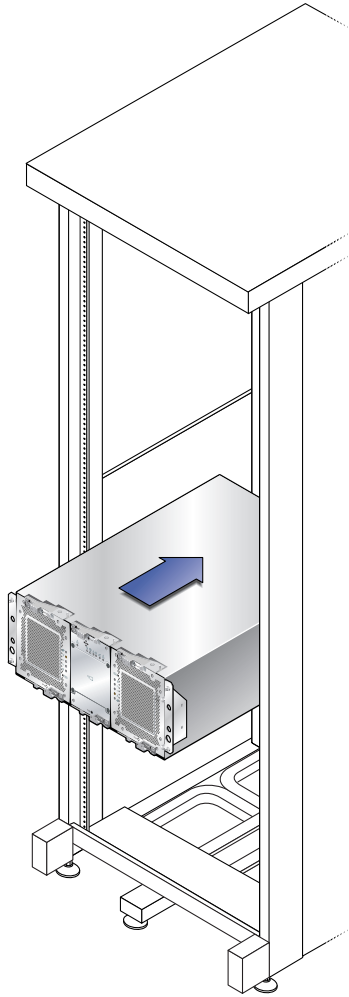

FIGURE 2-12 Glissement du plateau dans l'armoire
2. Faites glisser doucement le plateau dans l'armoire jusqu'à ce que les bords avant du plateau touchent la face verticale de l'armoire (voir FIGURE 2-12).